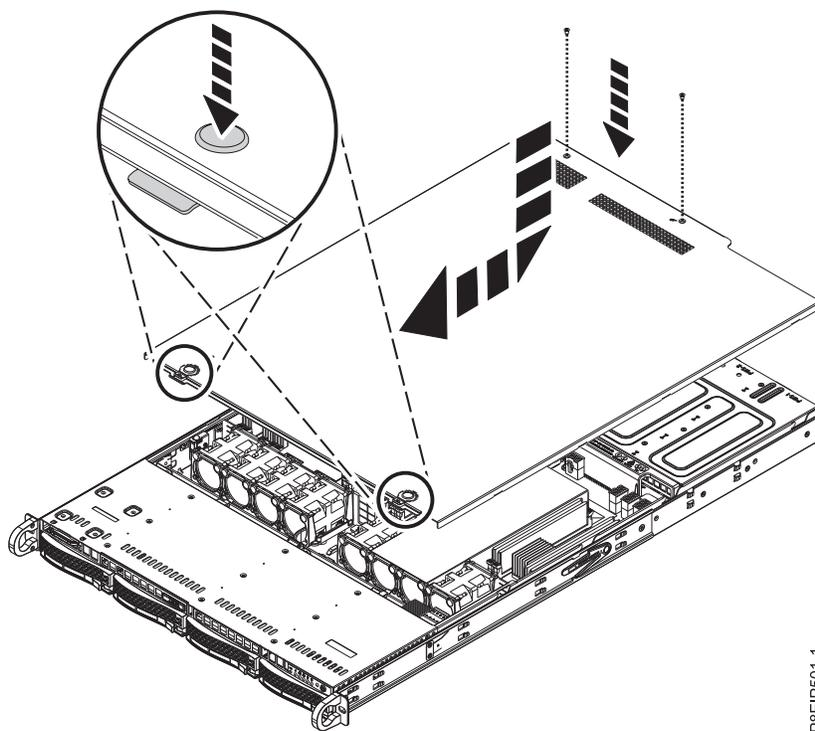

Figura 68. Sustitución y fijación la cubierta
2. Deslice la cubierta hacia adelante hasta que encaje en su sitio, como se muestra en la Figura 68.